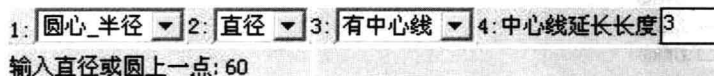
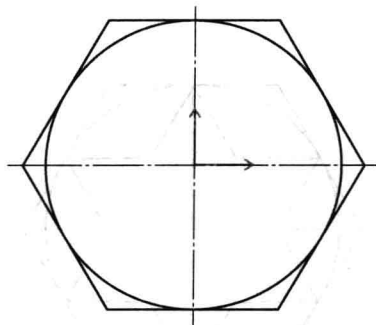

图 2-14 【立即】菜单
图 2-15 绘制圆
(2) 单击【绘图】→【圆】命令,在【立即】菜单中修改参数,绘制圆,如图 2-14 和图 2-15 所示。